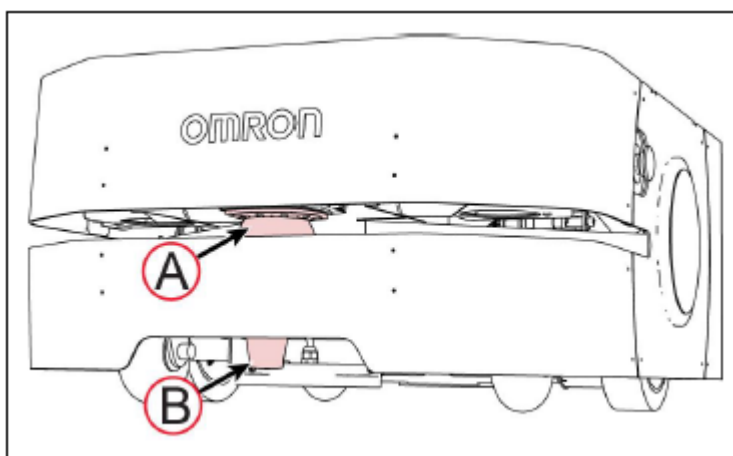

Figura 3: láseres de LD-250
El láser de escaneo de seguridad del LD-250 [Figura 3 (A)] es un modelo OS32C de OMRON. Se trata de un sensor de escaneo y navegación preciso que cuenta con las siguientes características:
El láser frontal inferior [Figura 3 (B)] detecta obstáculos por debajo del plano de escaneo del láser de seguridad, como un palé vacío o un pie humano. Este láser también detecta obstáculos que pueden ser significativamente más anchos en la base, como una base de columna, donde el láser de seguridad principal puede detectar solo la parte superior de la columna.